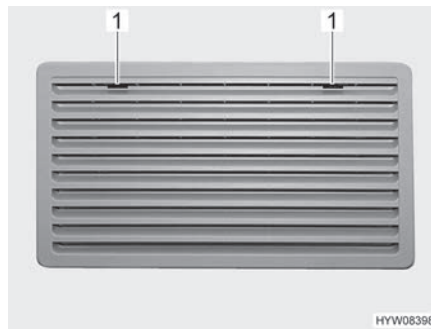
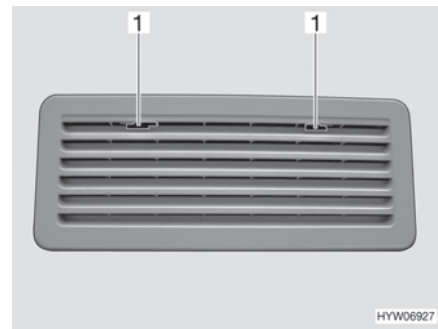

Bild 183 Kühlschrank-Lüftungsgitter (Thetford groß)
Bild 184 Kühlschrank-Lüftungsgitter (Thetford klein)
- Arretierung (Bild 183,1 oder Bild 184,1) zur Mitte schieben.